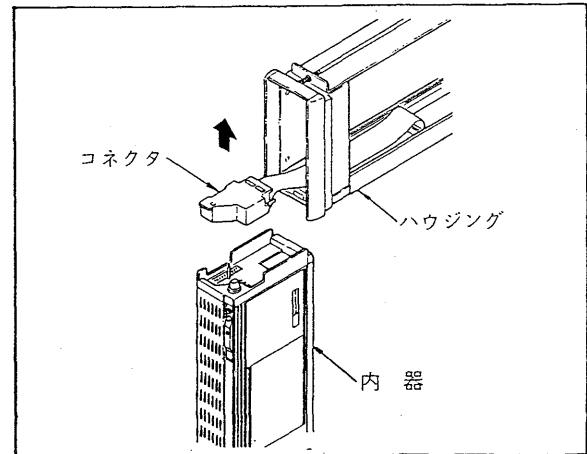

図 5.2.3 内器とハウジングの分離
- ③ 内器とハウジングを分離する場合は、内器前面を図5.2.3のように下方に向けた状態でコネクタを引き抜いてください。